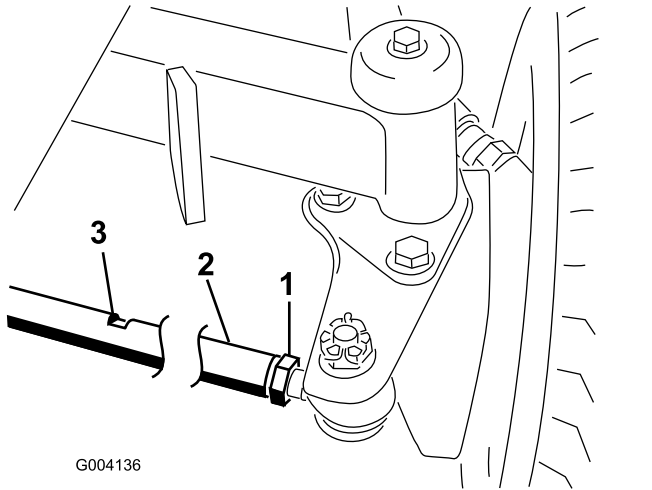

Figura 63
2. Allentate il controdado da ciascun lato del tirante (Figura 63).
3. Per girare le ruote, ruotate il tirante facendolo ruotare nelle sedi per chiave (Figura 63).
6. Serrate il controdado su ciascun lato del tirante (Figura 63).